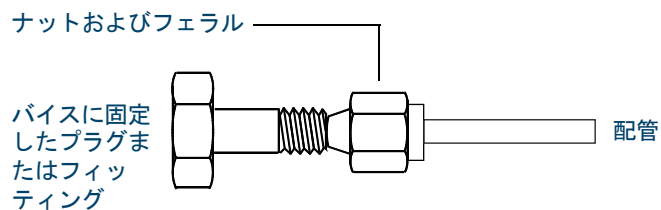

図 53. フィッティングの組み立て
- 3 配管をステンレス製のプラグに押し込みます。図 53 を参照してください。